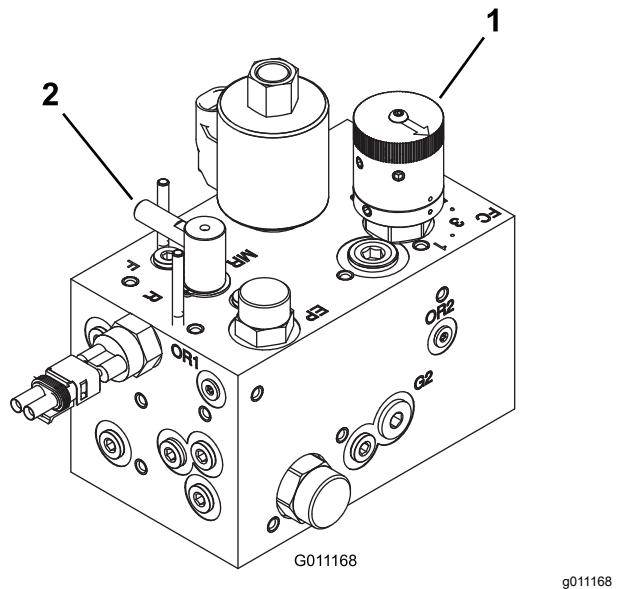

Figure 39
3. Tournez le bouton de commande de vitesse des cylindres (Figure 39) à la position correspondant au numéro trouvé à l'opération 1.